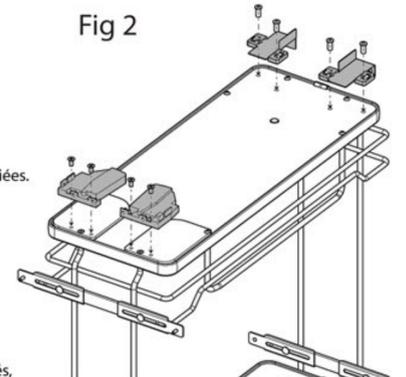

Fig 3
- 4) Assemble the release levers and the rear slide catch (See Fig 3). (Note: Be sure that the rear slide catch is assembly in the right position, when it is installed you have to see the plastic part with number 18(See Fig 3a))
- 4) **Ensamblar las palancas de lanzamiento y los pestillos de freno para guías (Véase Fig.3) (Nota: Asegure que los pestillos de freno estén ensamblados en la posición correcta, cuando están bien instalados tendría que verse en la parte de plástico el numero 18 (Vease Fig.3a))**
Assemble les clips pour coulisses antérieures et les butées arrière. (Voir Fig. 3) (Notez: s'assurer que les butées arrière sont correctement positionnés, après le montage, on doit voir la partie en plastique avec le numéro 18(Voir Fig.3a))